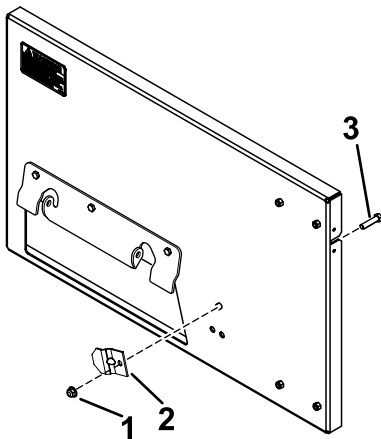

Figure 3
- 3. Fixez la bride du bac de ramassage sur le bac et l'adaptateur au moyen d'un boulon (3/8" x 3/4") et d'un contre-écrou (3/8") (Figure 3).